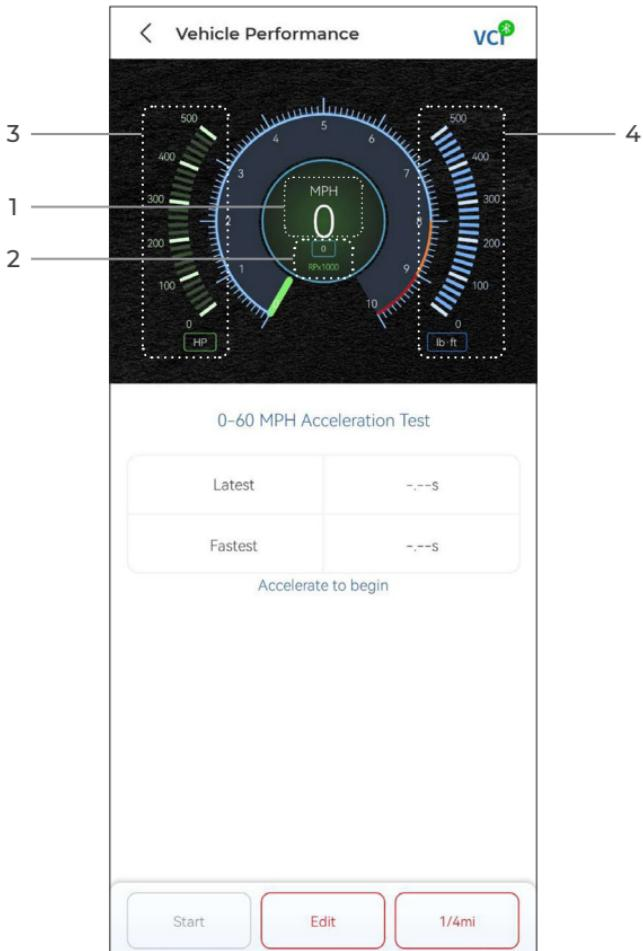

図 4-19
**0-60 MPH テスト結果** - 車両が時速 0 マイルから 60 マイルまで加速するのにかかる経過時間を記録します (図 4-19 を参照)。開始速度と終了速度の値は、必要に応じて変更できます。